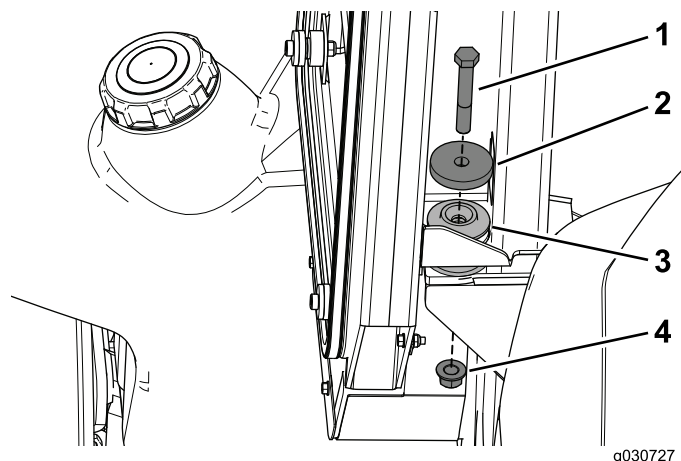

Bild 27
4. Befestigen Sie die Kabine mit einer Schraube (1/2" x 3-1/4"), einer Scheibe (2-1/4") und einer Sicherungsmutter (1/2") an den hinteren Befestigungen der Maschine (Bild 27).